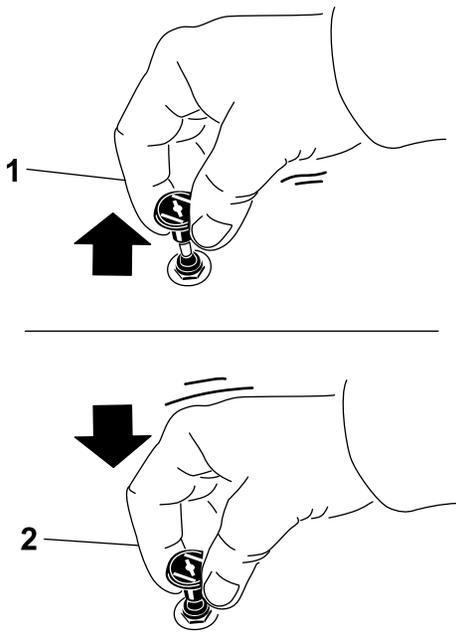

Figure 21
1. Tirez sur la commande de starter pour engager le starter avant d'utiliser le commutateur d'allumage (Figure 21).
2. Poussez sur la commande pour désengager le starter après le démarrage du moteur (Figure 21).